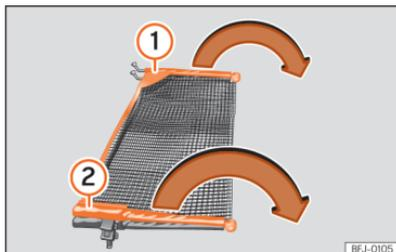

Abb. 202 Netztrennwand ausklappen.
- Querstangen »» (Abb. 202) ① und ② der Netztrennwand in Pfeilrichtung auseinander klappen, bis ein „Klick“ zu hören ist.